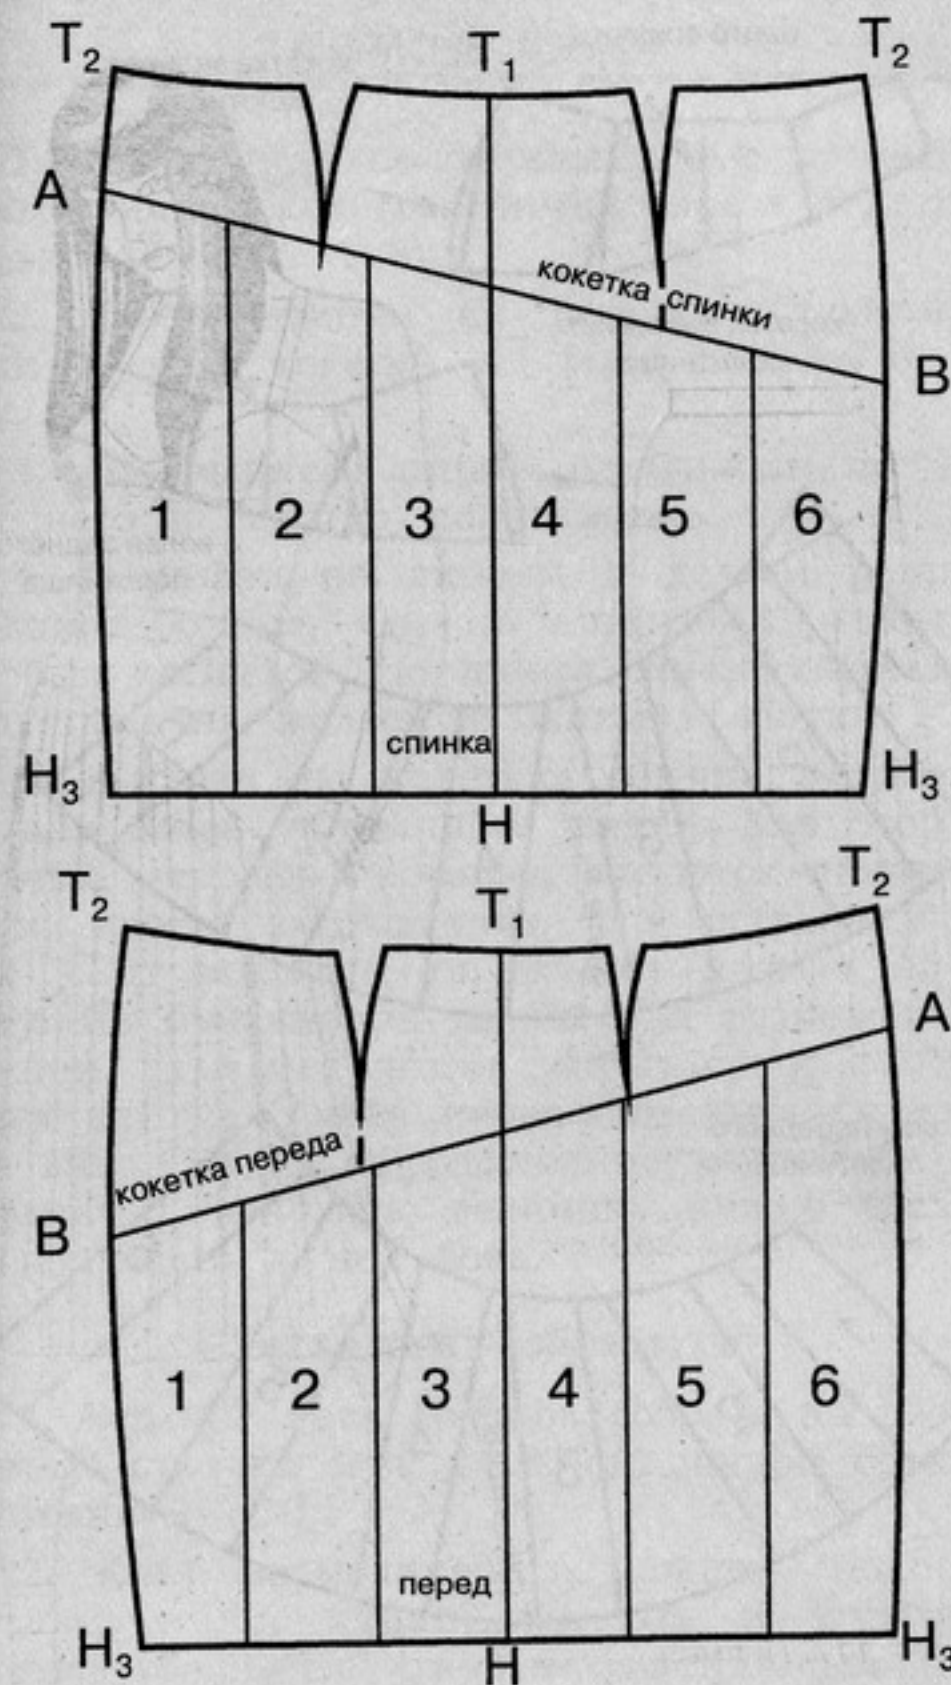

Рис. 118. Чертеж выкройки прямой юбки,
1. На заднем полотнище юбки намечается асимметричная кокетка. Линия отреза кокетки – отрезок АВ (рис. 118).